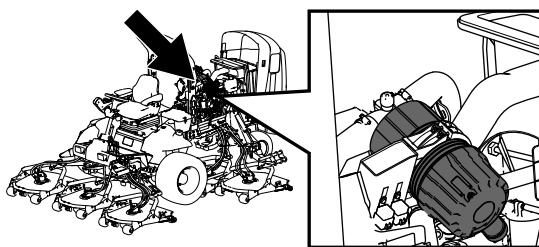

**Figura 80**
Faça a manutenção ao filtro de ar apenas quando o indicador de serviço(Figura 80) o exigir. Mudar o filtro de ar antes de ser necessário apenas aumenta a possibilidade de entrar sujidade no motor quando retira o filtro.
2. Reinicie o indicador (Figura 80) se este se apresentar vermelho.